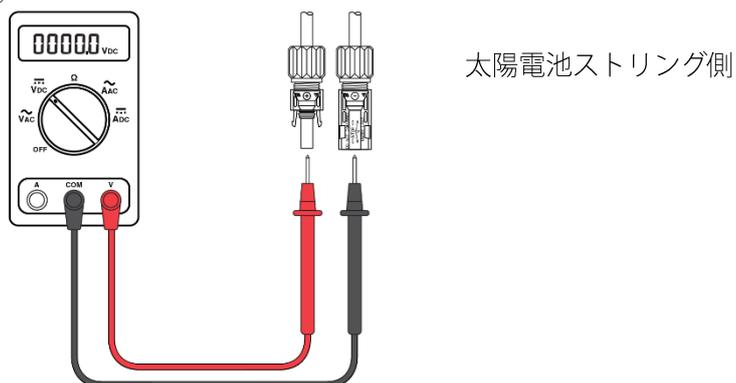

図 13: 入力に接続する太陽電池ストリングの極性を確認
- 安全手順とプロトコルに従って電圧を測定し、入力2に接続される太陽電池ストリングの極性を確認してください。図13参照。